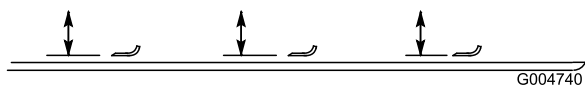

Рисунок 99
2. Поворачивайте нож, пока его концы не будут направлены вперед и назад (Рисунок 99). Измерьте расстояние от внутренней поверхности режущего блока до передней кромки ножа. Запишите этот размер.